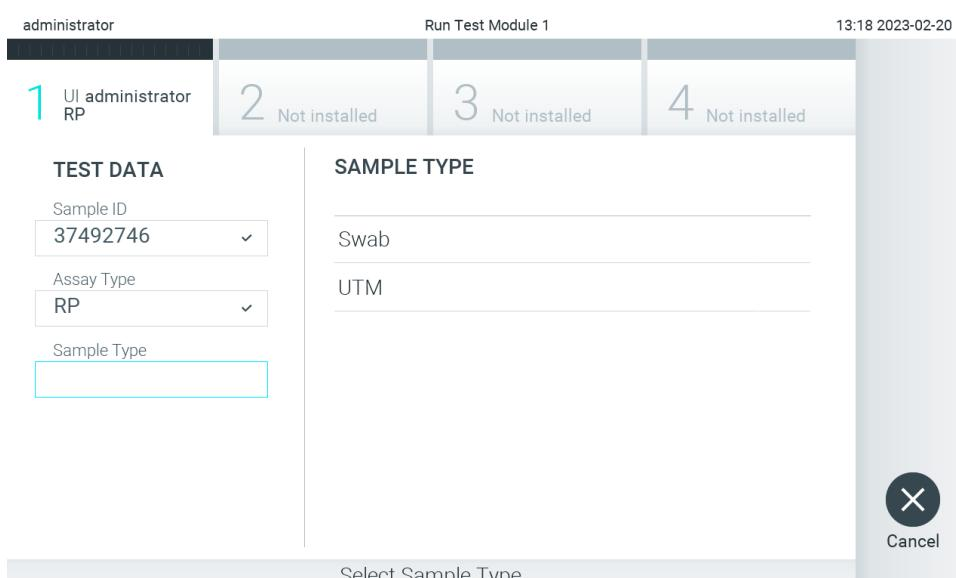

Abbildung 88. Auswählen des Probentyps.
5. Das Feld Assay Type (Assay-Typ) wird automatisch ausgefüllt, und ggf. muss ein geeigneter Sample Type (Probentyp) manuell aus der Liste ausgewählt werden (Abbildung 88).